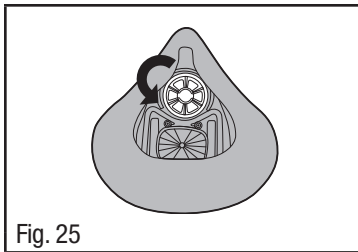

Fig. 25
2. Do lado interno da peça facial, gire o diafragma de fala no sentido anti-horário um quarto de volta (Fig. 25).